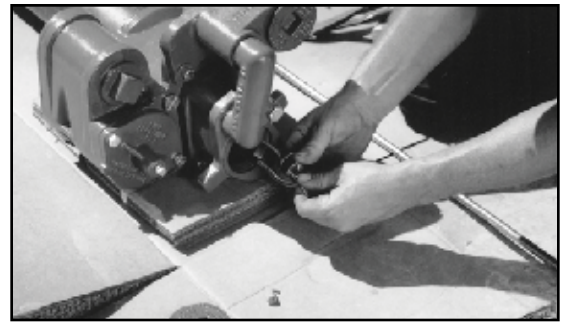

Figura 10: Cablee a través del tapón del contratista
21. Coloque los tres cables a través del ensamblaje del tapón del contratista (del paquete de piezas p/n 400301903) según se muestra en la figura 10.